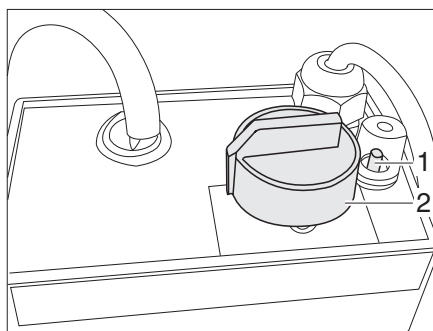

Fig. 120 Regolatore per riscaldamento elettrico del pavimento
- Ruotare il pomello girevole (Fig. 120,2) sulla potenza di riscaldamento desiderata.
- Ruotare il pomello girevole (Fig. 120,2) sulla posizione "0".
In caso di sovraccarico del regolatore, si attiva la protezione contro il surriscaldamento. Il perno (Fig. 120,1) scatta all'infuori.
- Una volta raffreddato il regolatore, premere il perno (Fig. 120,1) della protezione contro il surriscaldamento.